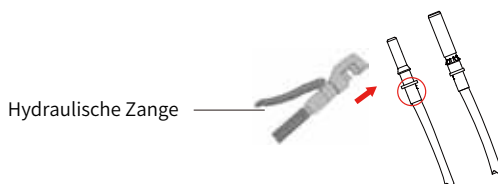

Abb. 5.4 Klemmen Sie den Kontaktstift an
b) Klemmen von Metallklemmen mit einer Klemmzange wie in Abbildung 5.4 gezeigt.